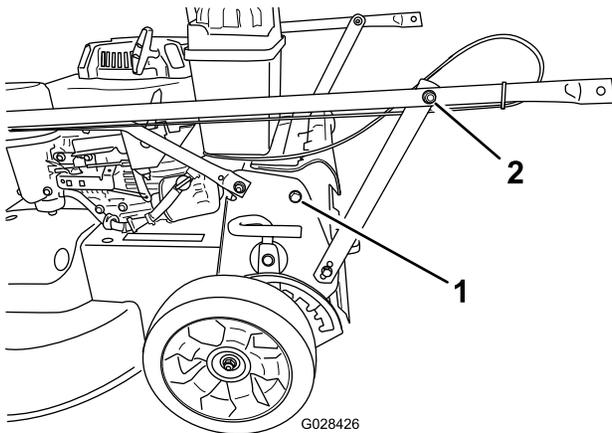

Figura 4
1. Retire os dois parafusos da estrutura da máquina no local mostrado na Figura 4.